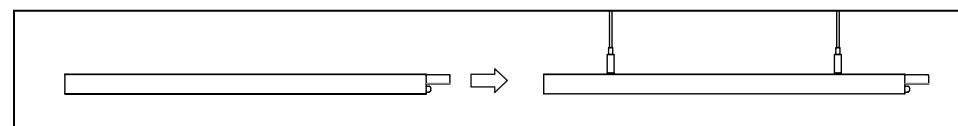

Рис. 3
- Осветительные приборы оснащены сквозной проводкой для подключения в линию. После соединения двух осветительных приборов в линию необходимо закрепить соединитель двумя винтами (рис. 3).